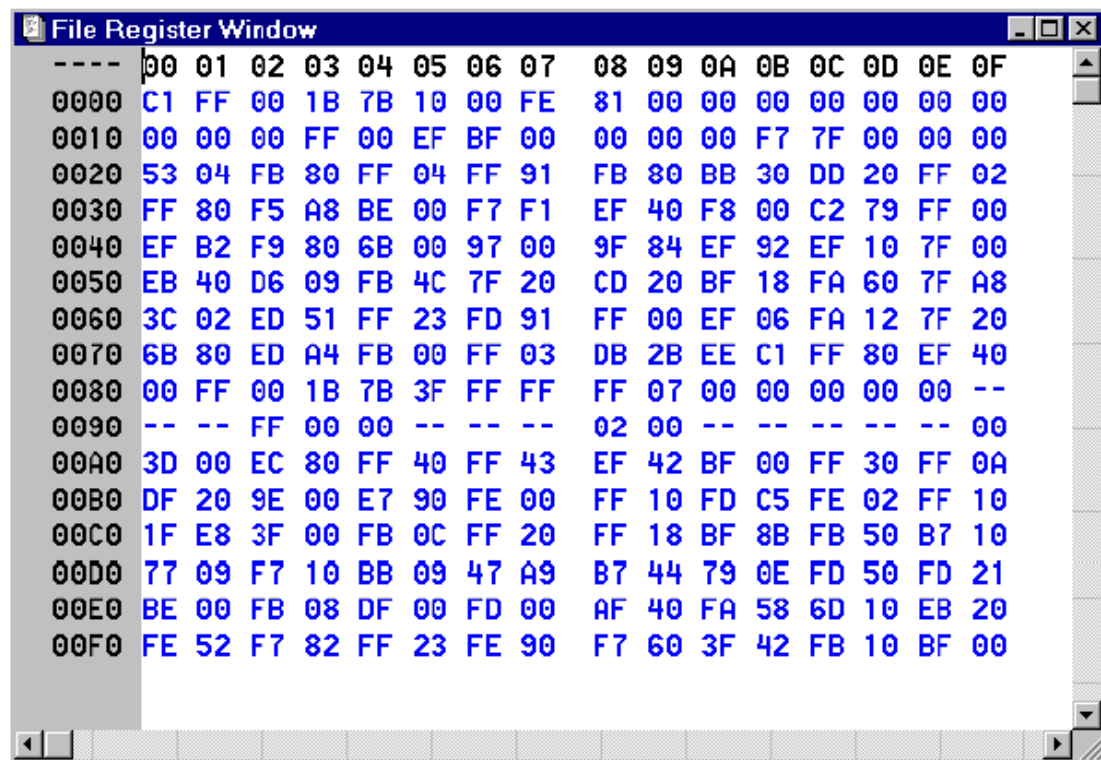

图7-70: 文件寄存器窗口 – 十六进制显示
- **Hex Display**（十六进制显示）：这个选择项可以使文件寄存器以1十六进制方式显示。（见图7-70所示）